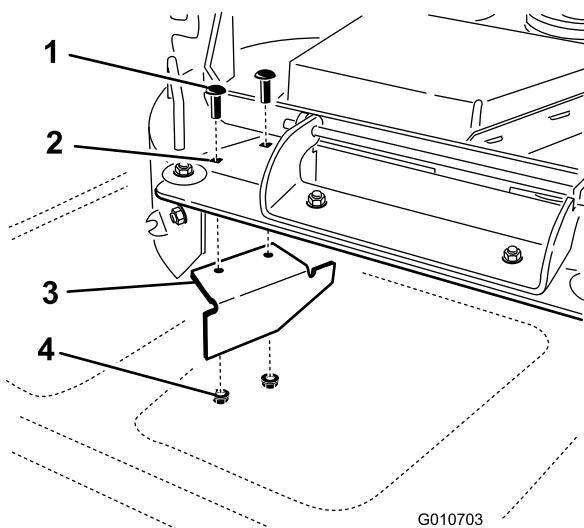

Bild 39
14. Sie finden das Versatzablenklech in den losen Teilen. Entfernen Sie die Befestigungen an den hinteren Löchern der Auswurfplatte. Befestigen Sie das Ablenklech an der Seitauswurfoffnung am Mähwerk (Bild 39).